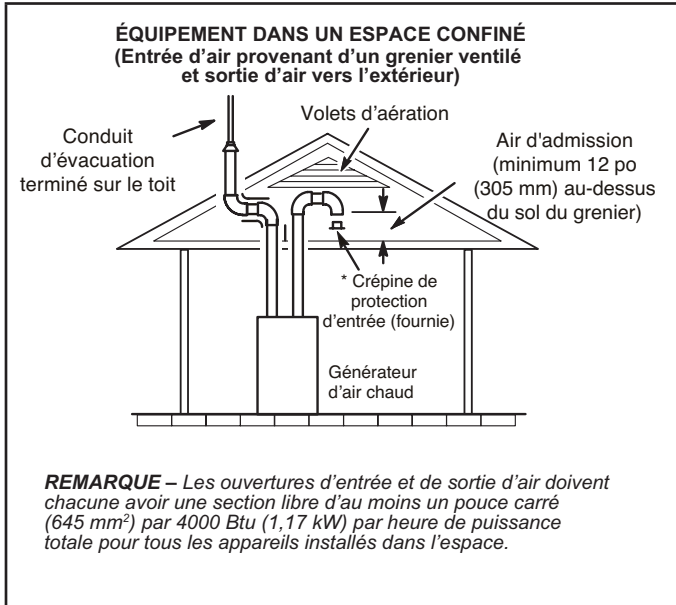
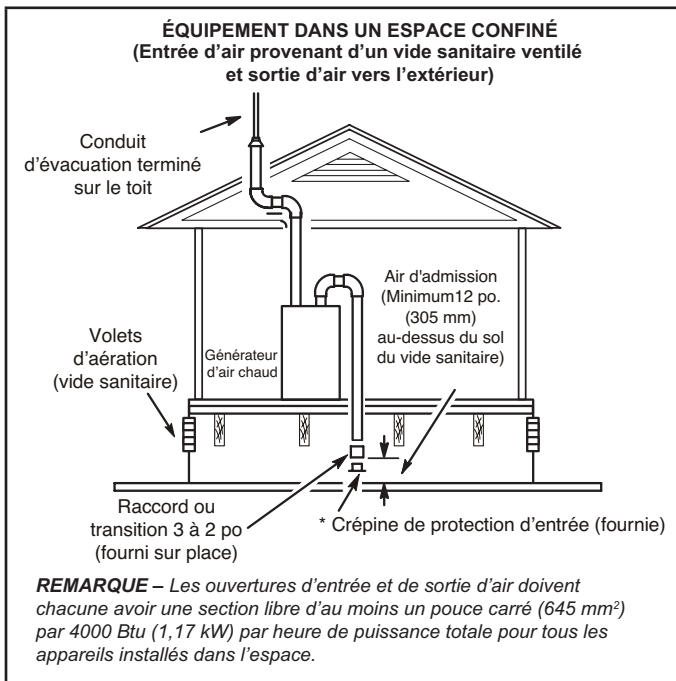

Figure 29
Figure 30
- 2 - Si l'air d'admission est aspiré d'un grenier ventilé (Figure 29) ou d'un vide sanitaire ventilé (Figure 30), la longueur de l'évacuation ne doit pas dépasser celle indiquée au TABLEAU 6. Si un tuyau de 3 po de diamètre est utilisé, le réduire à 2 po de diamètre pour pouvoir installer la crépine anti-résidus.